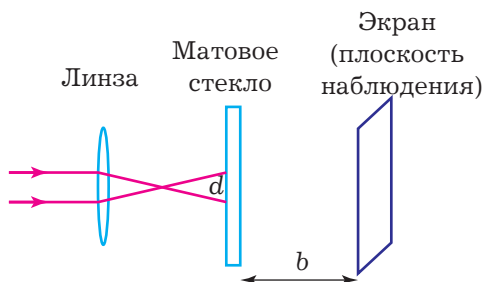

Рис. 3. Схема демонстрации спекл-эффекта
В достаточно сложных теоретических работах было показано, что средний размер элементов спекл-структуры совпадает с размером дифракционного максимума. Значит, их размер может быть оценён по формуле (1). В этом случае под d следует понимать диаметр светового пучка, падающего на матовое стекло. В демонстрационном эксперименте, схема которого показана на рис. 3, размер d легко регулируется.